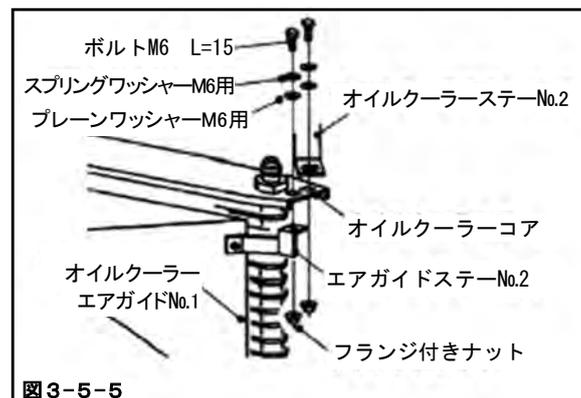

図3-5-5
- (5) エアガイドステーNo. 2をオイルクーラーコアに仮付けしてください。(図3-5-5)
- (6) オイルクーラーコアをオイルクーラーステーNo. 2に仮付けしてください。(図3-5-5)